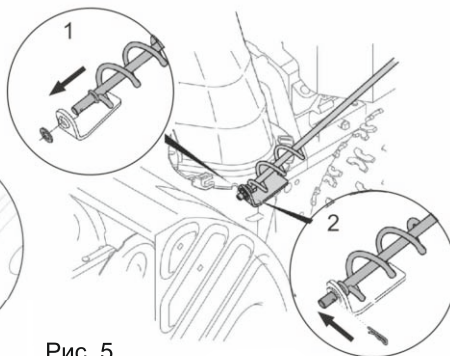

Рис. 5
3. Совместите витки спирали привода поворота желоба с прорезями фланца желоба (рис. 5).